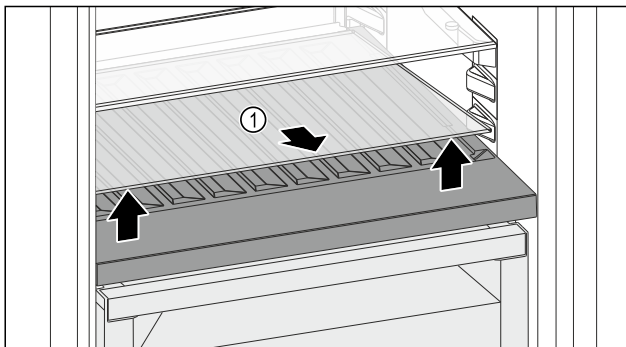

Fig. 212
- ▶ Podignite staklenu ploču Fig. 212 (1) na otvoru sprijeda i izvadite je.
- ▶ Čuvajte staklenu ploču Fig. 212 (1) na sigurnom izvan uređaja.
- ▶ Uložite staklenu ploču (2) ispod promjenjive police za boce.